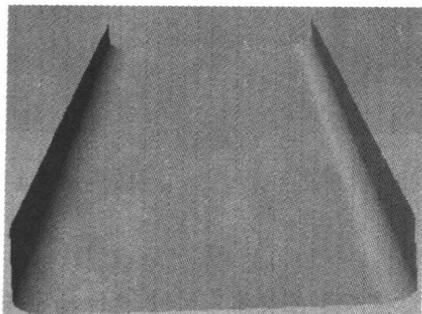

图 1-9 实体零件
(1) 将本书所带的光盘文件“`solid_zhuanhuan.prt`”复制到 Pro/ENGINEER Wildfire 的当前目录下, 在工具栏中单击【打开】按钮, 打开位于工作目录下的“`solid_zhuanhuan.prt`”文件, 打开的结果如图 1-9 所示。该零件当前处于实体零件设计状态, 我们要将此零件转换成钣金件。